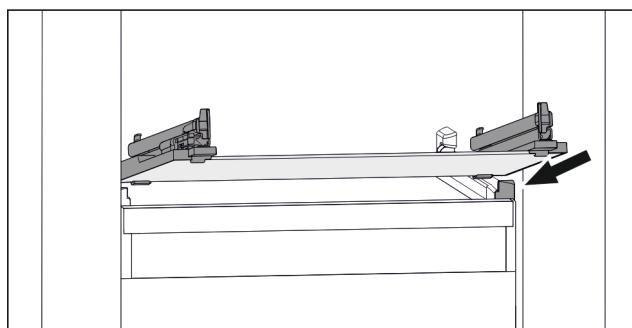

Fig. 115 Príklad zobrazenia sklenenej dosky
- Nasadte sklenenú dosku šikmo za zarážkami. (pozri Fig. 115)